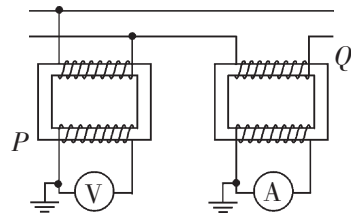

图 2-6-9
- (1) 原线圈和副线圈中的电压跟它们的匝数的关系式。
- (2) 原线圈和副线圈中的电流跟它们的匝数的关系式。
4. 如图 2-6-9 所示， $P$  是电压互感器， $Q$  是电流互感器，如果两个互感器的变压比和变流比都是 50，电压表的示数为 220 V，电流表的示数为 3 A，则输电线路中的电压是多少？输电线路中的电流是多少？